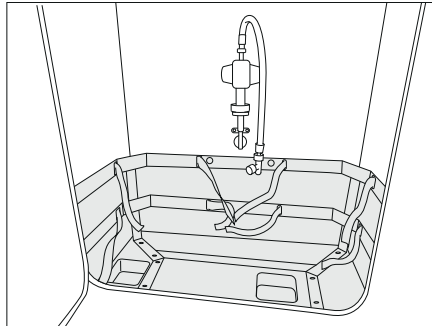
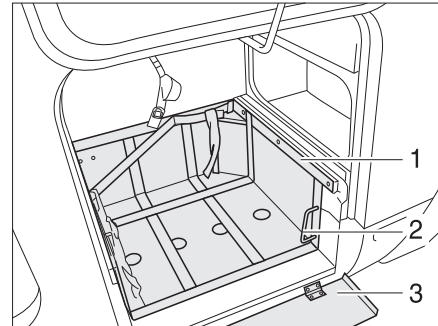

Bild 175 Gaskasten
Bild 176 Gaskasten, mit ausziehbarem Schlitten (Variante 1)
- Wenn ein Schutzblech vorhanden ist, das Schutzblech (Bild 176,3) nach unten klappen.
- Den Schlitten (Bild 176,1) über den Griff (Bild 176,2) entriegeln.
- Schlitten (Bild 176,3) bis zum Anschlag herausziehen.
- Griff (Bild 176,2) zurückdrehen.
- Den Schlitten (Bild 176,3) über den Griff (Bild 176,2) entriegeln.
- Schlitten (Bild 176,3) bis zum Anschlag einschieben und Griff (Bild 175,2) zurückdrehen.
- Wenn ein Schutzblech vorhanden ist, das Schutzblech (Bild 176,1) nach oben klappen.